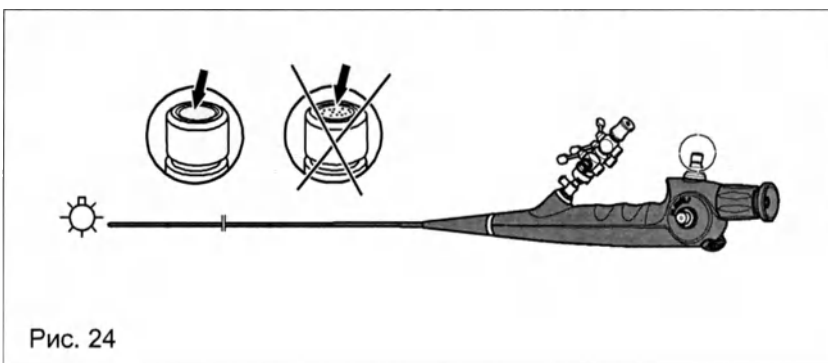

Рис. 24
- ◆ Поломанные волокна видны на подключении холодного света в виде черных точек. Если доля поломанных волокон достигает ок. 30 %, светоотдача становится недостаточной (Рис. 24).